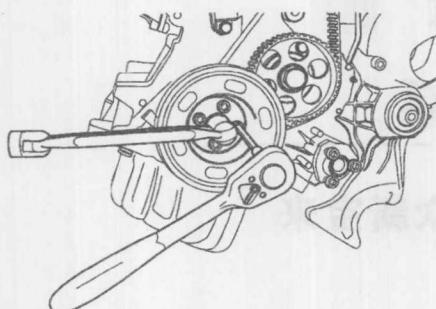
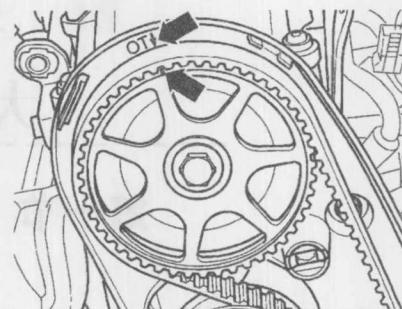

图1-1-3 拆下曲轴多楔带轮
图1-1-4 对齐凸轮轴正时标记
- ⑤拆下转向助力油储液罐，并保持管路连接。
- ⑥拆下冷却液补偿罐放置一旁，并保持管路连接。
- ⑦拆下多楔带张紧轮，拆下同步带上部护罩。
- ⑧用支撑工装10-222A在安装位置支撑住发动机。
- ⑨拆下曲轴多楔带轮，如图1-1-3所示。
- ⑩将发动机支架下部螺栓旋出。
- ⑪旋出总成支承/发动机支架的紧固螺栓，并将总成支承拆下。
- ⑫用支撑工具10-222A将发动机吊起，直到能将发动机支架上部的两个螺栓松开并旋出为止。
- ⑬向上取出发动机支架。
- ⑭拆下同步带护罩中段和下段。
- ⑮转动曲轴带动凸轮轴正时齿轮转至1缸上止点处，凸轮轴正时齿轮的标记必须与同步带后护罩的标记平齐，如图1-1-4中箭头所示。
- ⑯标记同步带的传动方向。
- ⑰松开张紧轮并取下同步带。
⑯将曲轴略微向反方向旋转。
- ⑤将同步带安装到张紧轮和凸轮轴正时齿轮上，凸轮轴正时齿轮的标记必须与同步带后护罩的标记平齐，如图1-1-4中箭头所示。